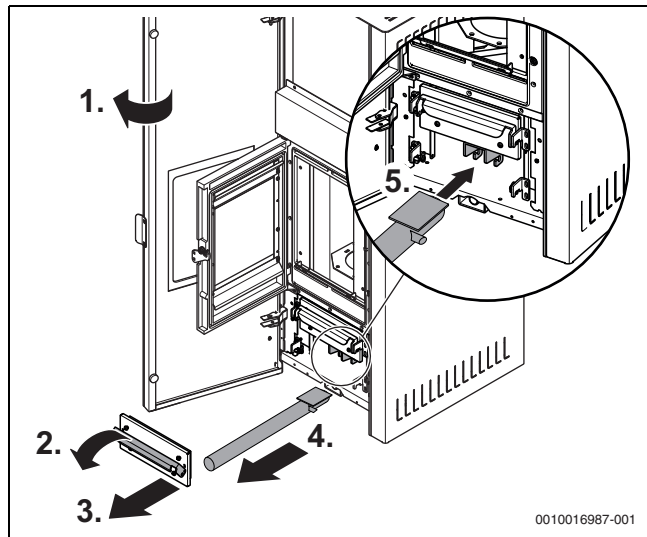

Bild 13 Turbolatoren reinigen
- Tür öffnen (→ Bild 13, 1.).
- Griff von unten fassen und nach unten klappen (→ Bild 13, 2.).
- Deckel des Abgassammlers entnehmen (→ Bild 13, 3.).
- Turbolatorenrüttelgriff herausziehen (→ Bild 13, 4.) und in die Aufnahme der Turbolatoren stecken (→ Bild 13, 5.).